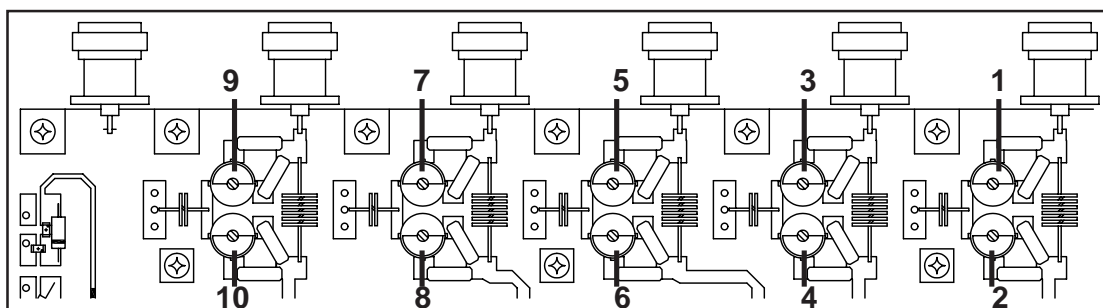

Figura 9.1
- 6) Regolare le capacità variabili (1) e (2), relative al primo amplificatore (Figura 9.1) in modo da massimizzare la potenza diretta misurata dall'accoppiatore.